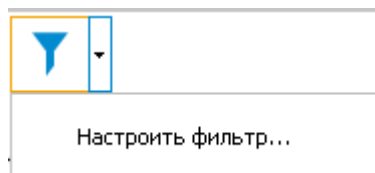

Рис. 194
2. Выберите команду **Настроить фильтр** (Рис. 194).